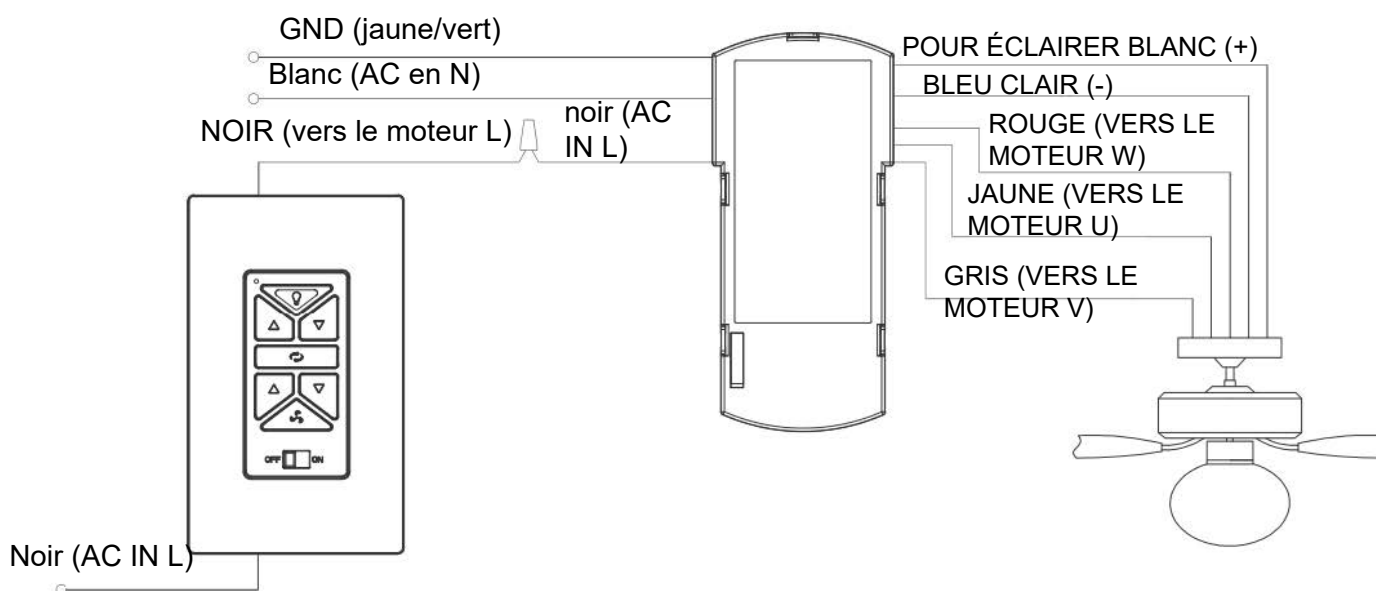

FIG. 1
1. Effectuez les connexions des fils et fixez-les à l'aide des connecteurs fournis (voir figure 1). Une fois la connexion réalisée, insérez le récepteur dans le support de suspension de la tige. Le couvercle se soulève ensuite pour recouvrir le récepteur et le support.